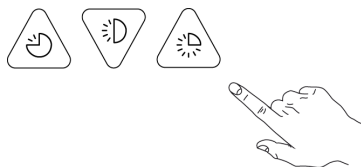

Abb. 15
- 10- Den Waschzyklus wählen, indem Sie den KNOPF "C", "D" oder "E" drücken. (Abb. 15)